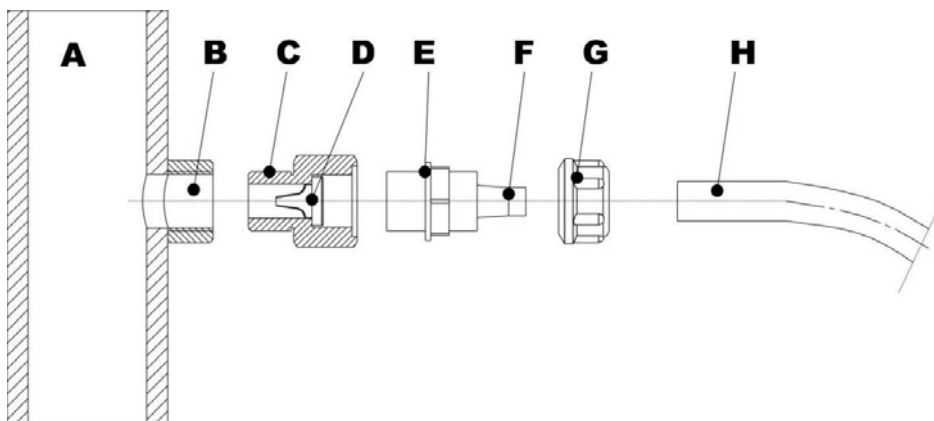

Fig. 8
- g. - Applicare sulla condotta dell'impianto da trattare, nel punto più idoneo per effettuare l'iniezione del prodotto da dosare, un raccordo da 1/2" gas femmina. Tale raccordo è escluso dalla fornitura. Avvitare il raccordo 1/2" maschio/femmina nel raccordo 1/2" femmina utilizzando come guarnizione del Teflon Fig. 8. Connettere il tubo all'attacco conico del raccordo 1/2" maschio e bloccarlo con l'apposita ghiera G. La valvola di iniezione è anche valvola di non ritorno.
3.1 - SCHEMA DI MONTAGGIO VALVOLA DI INIEZIONE Fig. 8